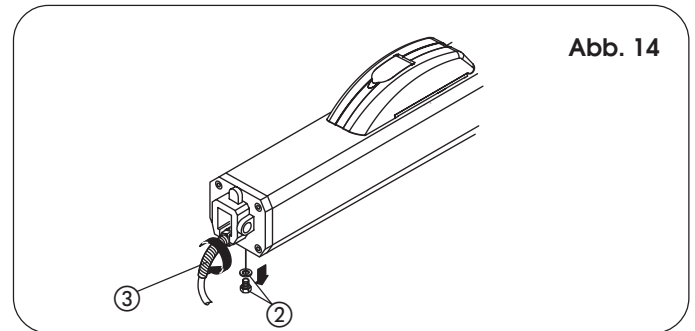

Abb. 14
- A) Die beiden schwingungsdämpfenden Distanzstücke ② auf den vorderen Flansch einsetzen.
B) Das Schutzgehäuse einführen und hierzu kräftig in die hintere Abdeckung ① eindrücken.
C) Das Schutzgehäuse mit der selbstschneidenden Schraube ③ befestigen.
D) Die vordere Abdeckung ⑤ auf das Schutzgehäuse aufsetzen und es mit dem FIX Verschluss ④ befestigen.
- 13) Den Biegeschutz für Stromkabel montieren (Bez. ③, Abb. 14).
- Die Abdeckung anheben (Abb. 14).
- Die Schraube abschrauben (Abb. 14, Bez. ③), mit der der Griff befestigt ist, und den Griff herausziehen (Abb. 14, Bez. ④).
- Die Schubkraft mit Hilfe der entsprechenden Schrauben am Antrieb einstellen (Bypass) (Abb. 14, Bez. ⑤ und ⑥).
- Nach der Einstellung den Griff wieder positionieren (Abb. 14, Bez. ④) und dafür die Schraube wieder anschrauben (Abb. 14, Bez. ③).
- Die Entlüftungsschraube entfernen (Abb. 14, Bez. ②).